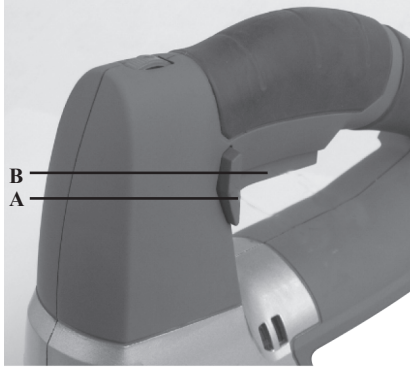

Fig. 4
7.1 Fastlåsning af afbryderen (Fig. 4)